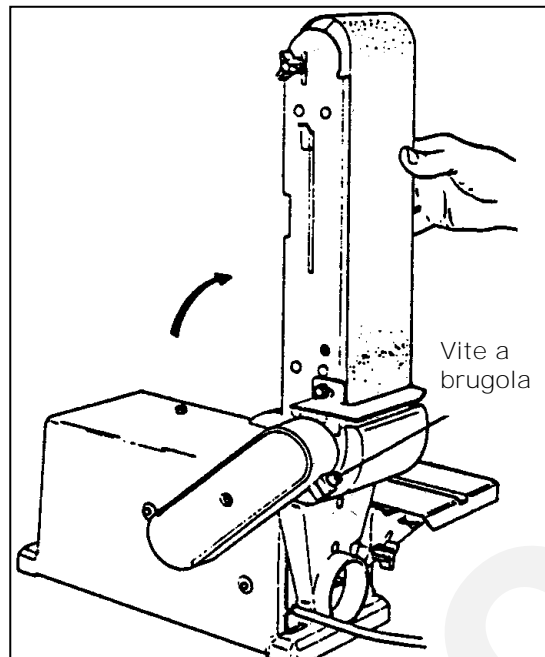

Figura 22 – Portare il nastro in verticale.
1. Allentare la vite di bloccaggio (R) del telaio porta-nastro, ruotandola in senso antiorario, come mostrato in figura 22. A questo proposito, utilizzare una chiave a brugola (da 6 mm).
2. Sollevare e ruotare il telaio porta-nastro, in modo da portare il nastro in posizione verticale (figura 22).
4. Serrare la vite di bloccaggio (R) del telaio porta-nastro, ruotandola in senso orario. A questo proposito, utilizzare una chiave a brugola (da 6 mm).
5. Svitare completamente la leva di bloccaggio (E) della tavola di lavoro, estrarre la leva e smontare la tavola stessa.